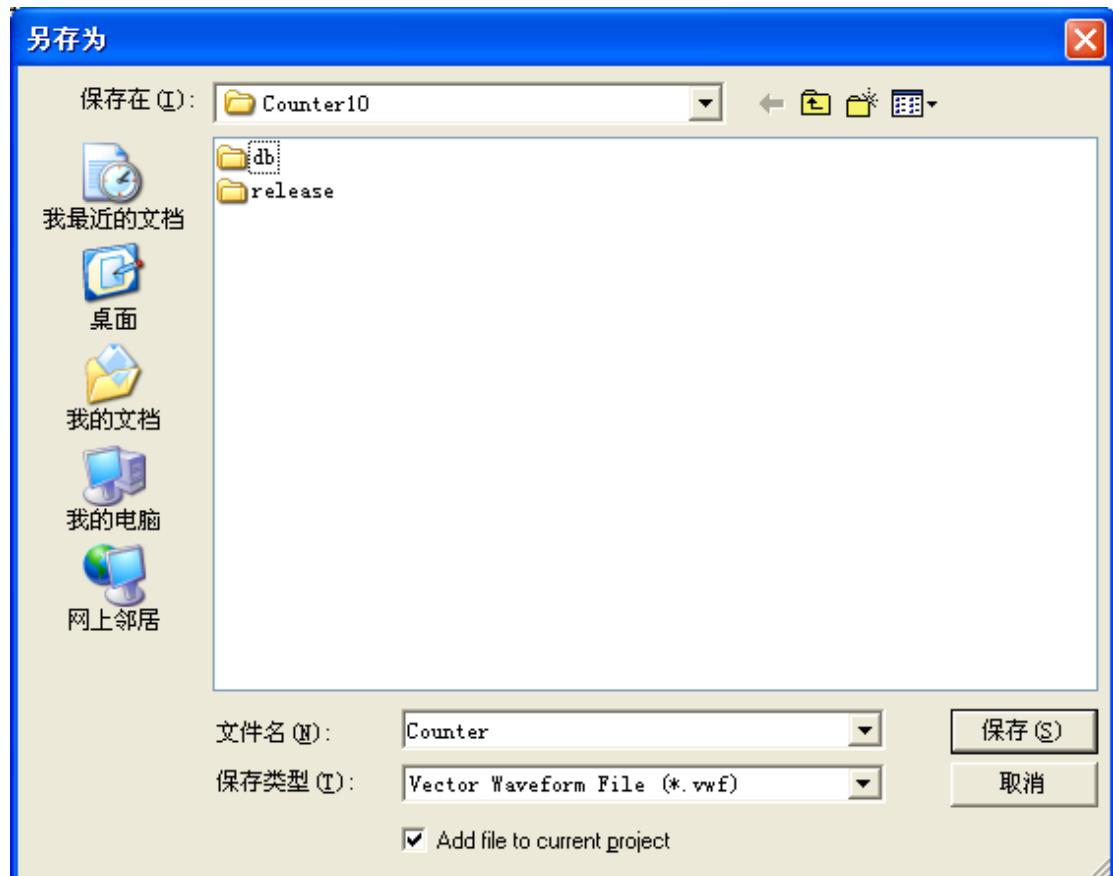

图 3-29 保存波形文件
17. 保存波形文件 counter.vwf, 如图 3-29, 这里的命名可以随意。